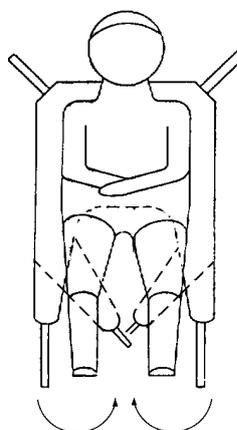

**Abb. 6**
- Den Gurt längs bis zur Hälfte einrollen (**Abb. 6**).